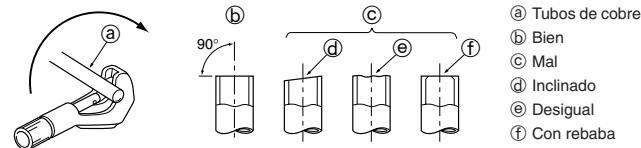

Fig. 5-3
5.2.1. Corte del tubo (Fig. 5-3)